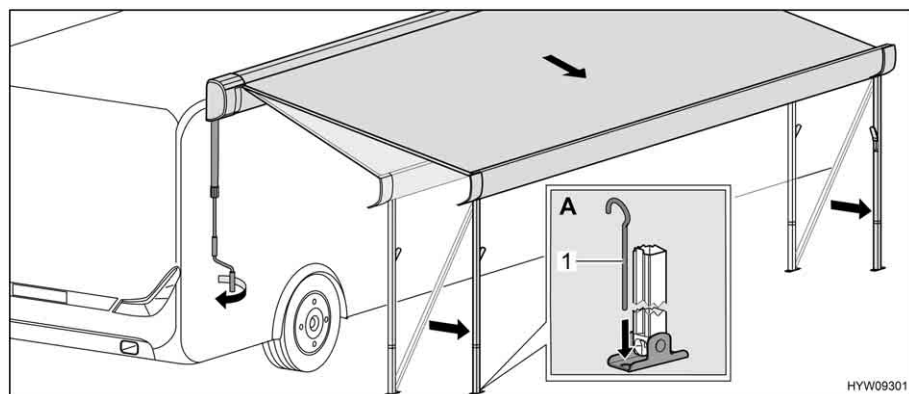

Fig. 38 Collocazione della tenda nella posizione finale
- Servendosi di puntelli (Fig. 38,1), fissare a terra i montanti di supporto (Fig. 38,A).